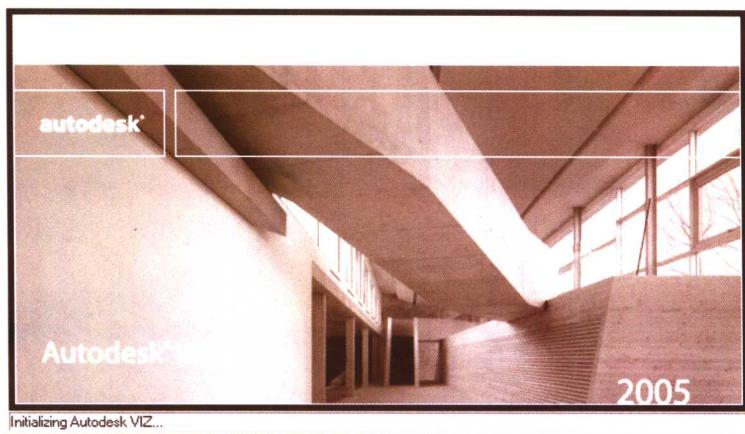

图 1-2 Autodesk VIZ 2005 启动界面
(3) 该文件中的图为一个房间的六个面，笔者已对其进行了一定的调整，读者可思考一下为什么要分为六个面，及图中所做修改的原因。
(4) 在桌面上双击 Autodesk VIZ 2005 图标，启动 VIZ 软件，如图 1-2 所示。